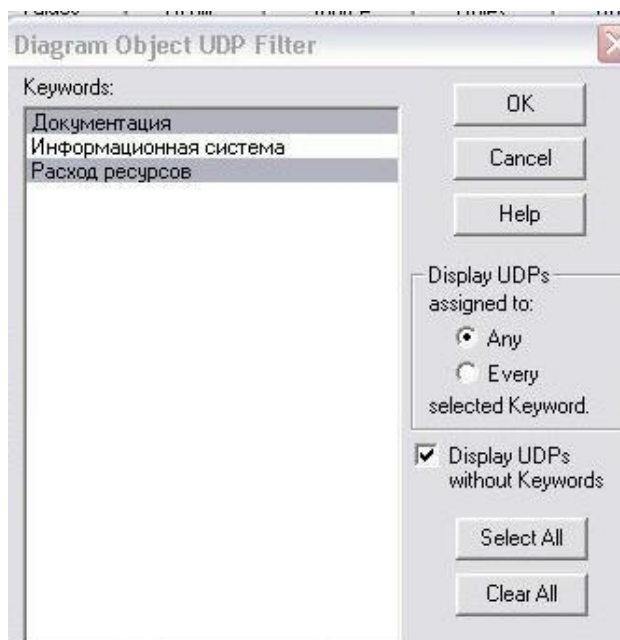

Рис. 6.4. Диалог Diagram object UDP filter
6. В диалоге Activity Properties щелкните по кнопке Filter. В появившемся диалоге Diagram object UDP filter (рис. 6.4) отключите ключевые слова "Информационная система". Щелкните по ОК. В результате в диалоге Activity Properties не будут отображаться UDP с ключевыми словами "Информационная система".